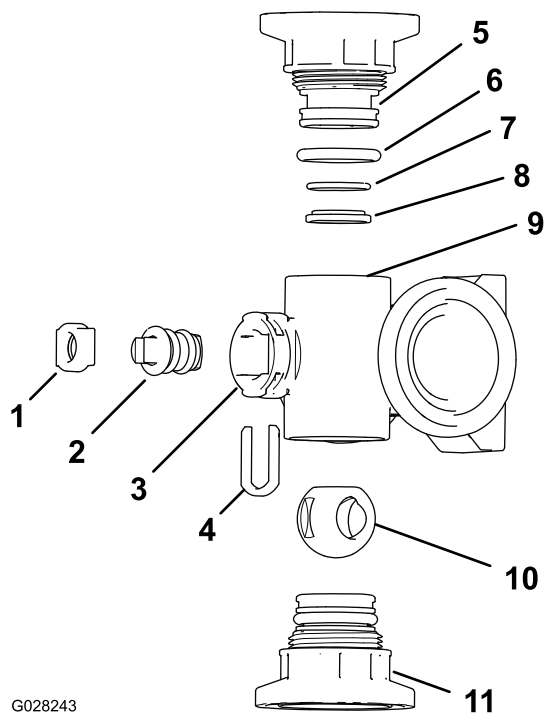

図 108
2. マニホルドのボディ両端部にあるエンドキャップフィッティングアセンブリ2個を取り外す 図 108 と 図 109。
4. マニホルド内部のステムポートのスロットからステムリテーナを取り外す 図 108 と 図 109。
5. マニホルドからステムリテーナとバルブシートを取り外す 図 108 と 図 109。
6. マニホルドボディの中に手を入れてバルブシステムアセンブリを取り出す 図 108 と 図 109。
1. 出口フィッティングの Oリング個別ブームバルブマニホルドのみ、エンドキャップの Oリング、バックシートの Oリング、ボールシートそれぞれに傷や過度の摩耗がないか点検する 図 108 と 図 109。
2. バルブのステムにグリスを塗り、ステムをバルブシステムシートに取り付ける 図 108 と 図 109。
3. バルブシステムとシートをマニホルドに取り付けてステムリテーナで固定する 図 108 と 図 109。
4. バックシートの Oリングとボールシートが相互に整列しており、エンドキャップのフィッティングに適切に収まっていることを確認する 図 108 と 図 109。
5. エンドキャップフィッティングアセンブリをマニホルドボディに取り付け、エンドキャップフィッティングのフランジがマニホルドのボディに接触したら 図 108 と 図 109、その位置からさらにバルブを 1/8-1/4 回転締め付ける。